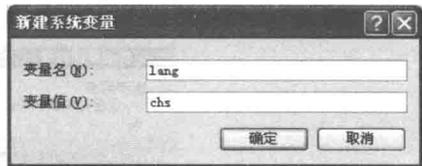

图 1.11 新建系统变量
(4) 单击【Administrator (或用户名)的用户变量】栏中的【新建】按钮，弹出如图 1.11 所示对话框。在该对话框中可以输入变量名和变量值。
(5) 在【变量名】文本框中输入 lang(language 的缩写)，在【变量值】文本框中输入 chs(Chinese 的缩写)，单击【确定】按钮。